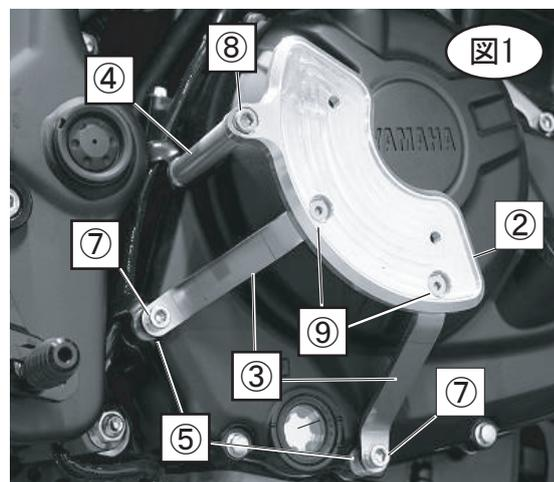

図1
(図1参照)
2. 下部、中央部に③ベースステー R側に、⑤アルミカラー φ14 x φ6.2xL12を挟んで、⑦M6x40のキャップボルトで仮付をします。(図1参照)
3. ②スライダーベースから①ジュラコンスライダーを外し、下部、中央部の③ベースステー R側を②スライダーベース R側の穴位置に合わせ調整し、⑨M6x10の極低頭ボルトで仮付をします。
上部には④アルミカラー φ14xφ6.2xL75を挟み⑧M6x100のキャップボルトで仮付をします。(図1参照)